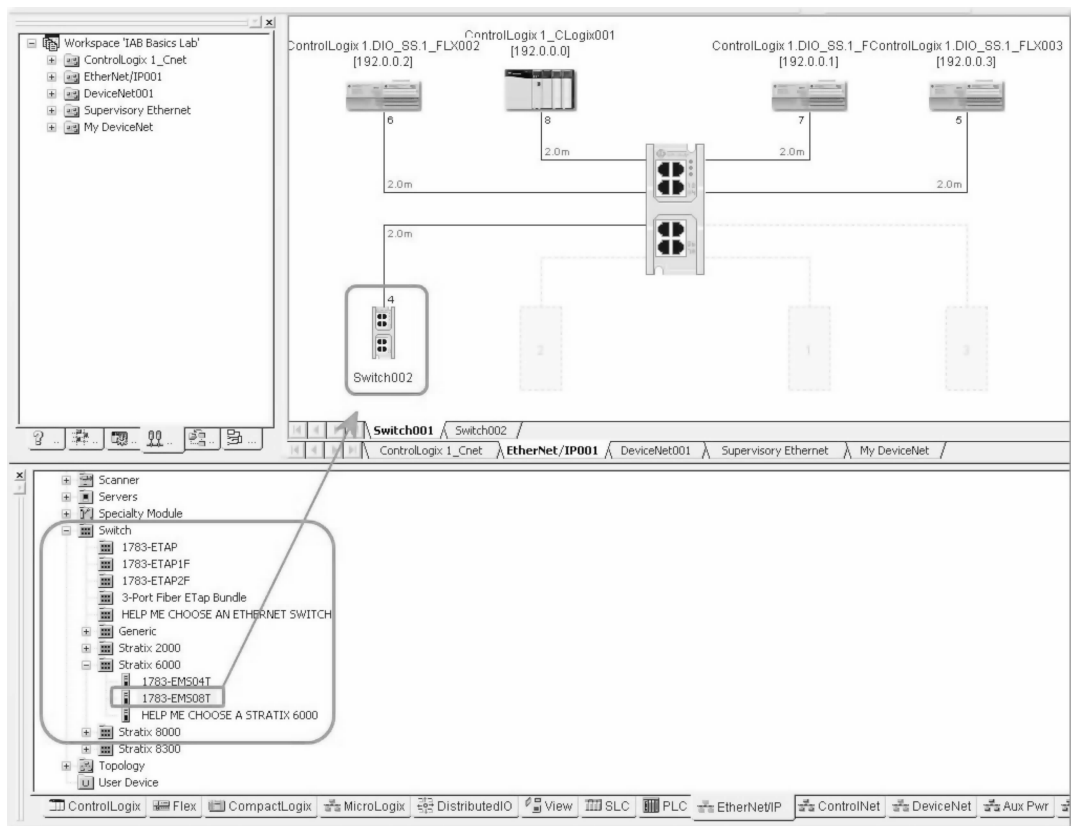

图 26-159 添加新交换机
5. 从 EtherNet/IP 设备列表中，将 Stratix 6000 1783-EMS08T 交换机拖动到网络视图中（见图 26-159）。该交换机将被添加到网络中，并会自动连接到 Switch001。该交换机的一个新选项卡将被添加到网络视图中。下面介绍了如何将新交换机添加到 EtherNet/IP 网络。